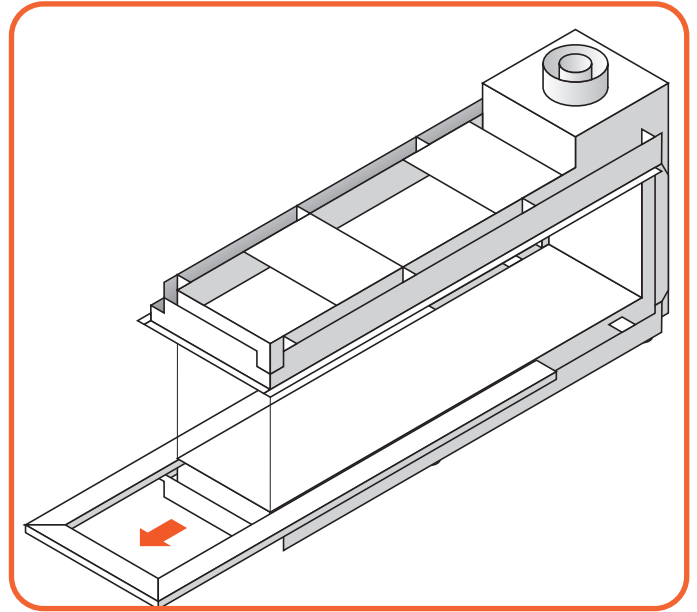
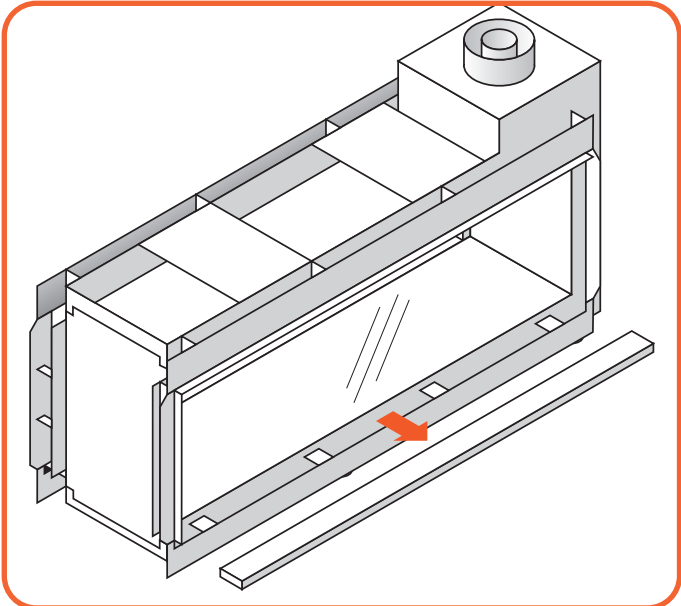

Abb. 9.10 Abnehmen die untere Verkleidung (RD)
Abb. 9.11 Abnehmen die untere Verkleidung (T)
- Nehmen Sie die untere Verkleidung ab (Abbildung 9.10 und Abbildung 9.11).